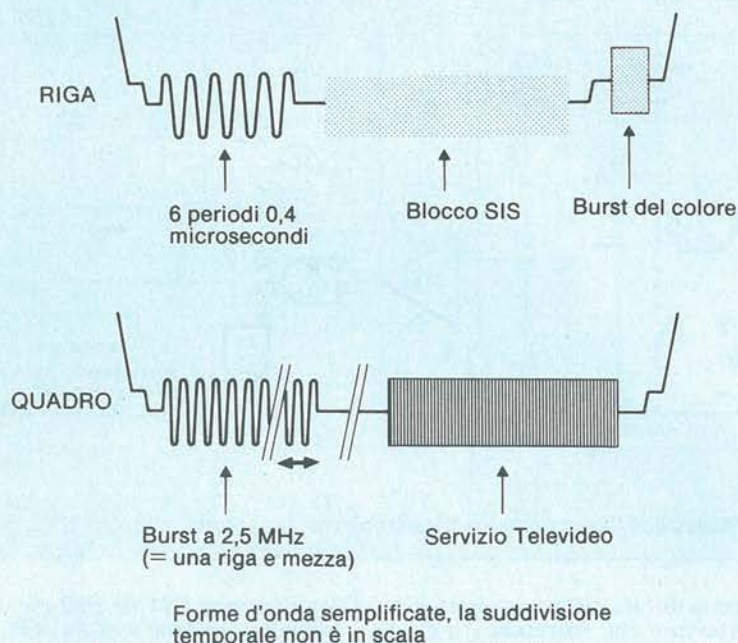

Figura 1. Caratteristiche più importanti del sistema ORION di codifica dell'immagine.
Tornando alla forma d'onda disegnata nella Figura 1 in alto, si può osservare che il burst del colore non viene codificato ed è situato in una posizione che si accorda con lo standard PAL. La can-
Inizialmente, l'unità interna è stata regolata per ottenere la massima deviazione dell'S-meter in corrispondenza al segnale Sky Channel, mettendo poi all'opera un oscilloscopio per osservare il segnale CVBS. Le conclusioni essenziali ricavate dalle misure sono mostrate schematicamente in Figura 1. Come ci si poteva attendere, l'impossibilità del
cellazione di quadro consiste anch'essa in un burst a 2,5 MHz, ma alquanto più lungo, seguito dalle solite righe VIT e dal blocco Televideo. Occorre sottolineare il fatto che i disegni di Figura 1 sono stati volutamente semplificati. Non sono mostrate, per esempio, le lunghezze variabili del burst di sincronismo di quadro e gli effetti dell'interlacciamento nell'intervallo di cancellazione di riga. Ci sono molte più indicazioni nei riguardi della composizione del segnale OAK-ORION, ma una descrizione particolareggiata delle sue ca-
Al fatto che Sky Channel trasmette il video invertito si pone facilmente rimedio usando l'uscita VIDEO negato dell'NE592, come detto in precedenza. Il circuito basato su T5 e D3 è un buffer clamping antidispersione, il cui funzionamento è stato descritto nell'articolo citato in (1). È facile comprendere che gli impulsi di sincronismo, ottenuti con le sezioni circuituali descritte in precedenza, devono sostituire i segnali di codifica mostrati in Figura 1. Questa operazione viene effettuata con l'aiuto degli interruttori elettronici controllati in